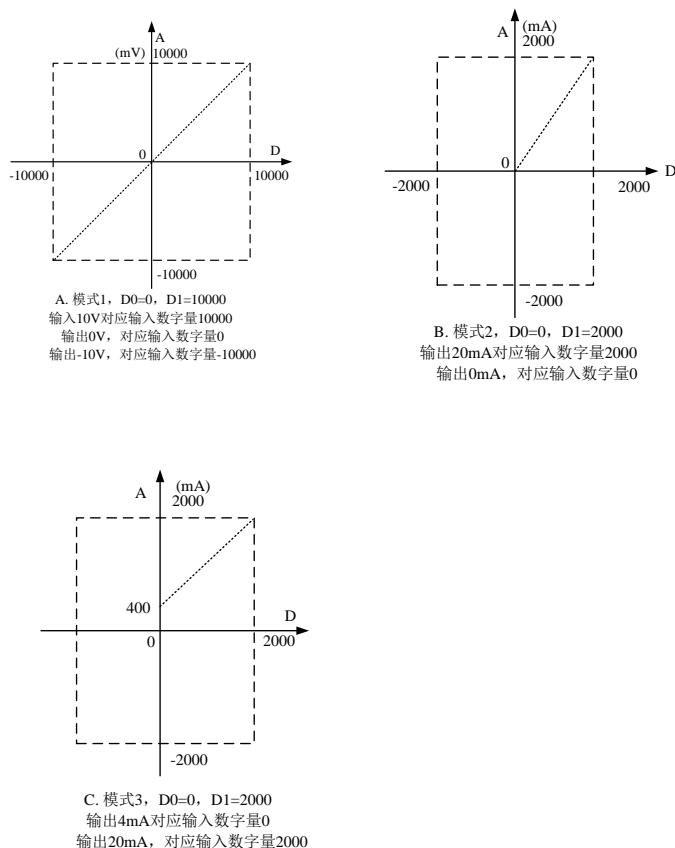

图 3-2 不更改各通道的 D0、D1 值，各种模式默认对应通道特性
- 若不更改各通道的 D0、D1 值，仅设置通道的模式，那么，每种模式对应的特性如图 3-2 所示。其中，图 3-2 中的 A、B、C 为出厂设定。